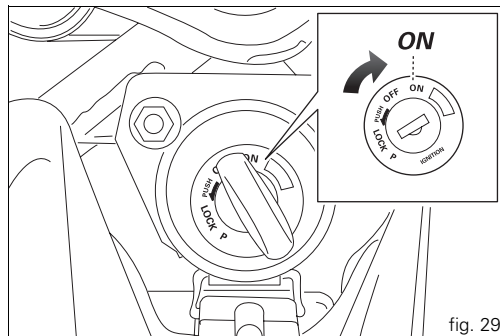

fig. 29
1) Poner el interruptor de encendido en **ON** (fig. 29).